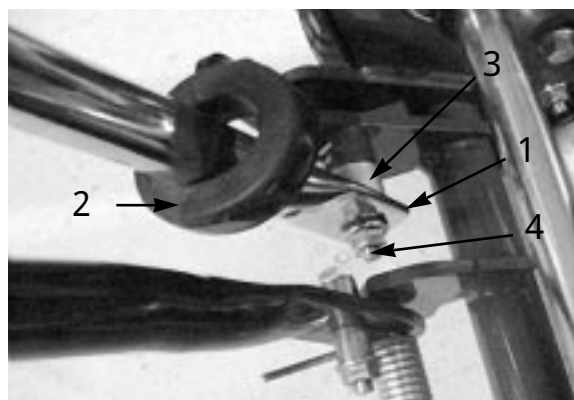

図 4
2. ハンドル・サポート・アームの溝にハンドルを差し込む（図4）。
4. フランジ・ロックナットを使って、ハンドルをキャップスクリューとピボット・ピンに固定する（図4）。